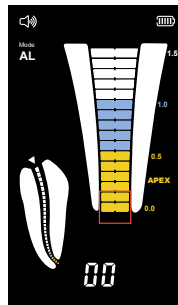

Bild 9
c) Nach dem Einschalten, wenn der Anzeigebalken innerhalb von  $\pm 1$  Balken von der Skala 0,0 abweicht, funktioniert das Gerät normal [Abbildung 9]. Wenn der Anzeigebalken außerhalb des Bereichs liegt, kann das Gerät nicht genau messen. Wenden Sie sich in diesem Fall bitte an einen autorisierten Händler oder den Hersteller, um Hilfe zu erhalten.